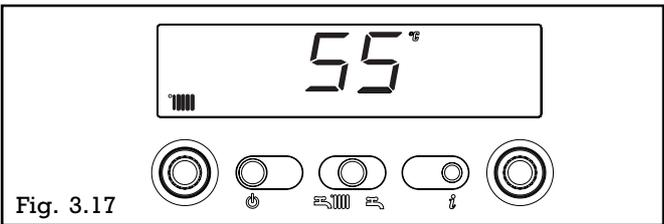

Fig. 3.17
- Info 3** affiche la consigne de température chauffage (fig. 3.17)